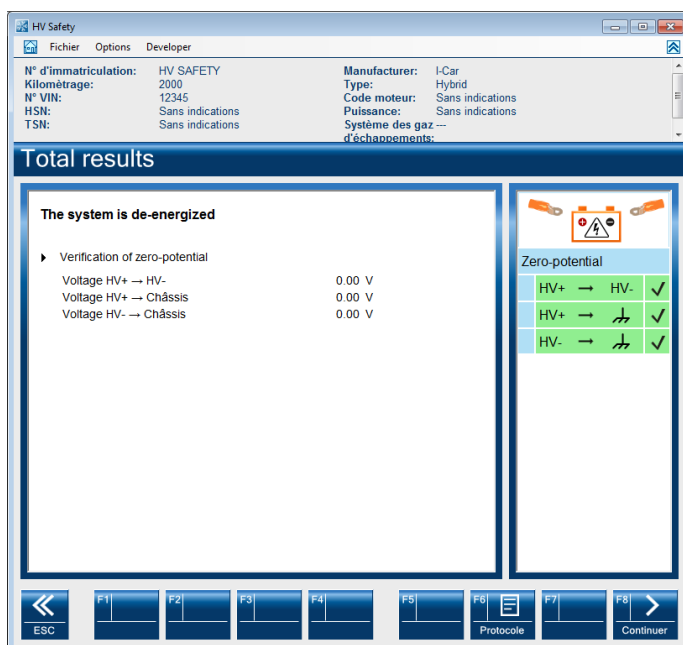

Fig. 3-4
- Le résultat de mesure est affiché, voir fig. 3-4.